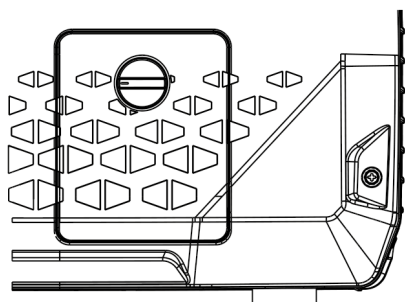

рис. 2
- Для доступа к маслосливной горловине, откройте лючок доступа к маслосливной горловине, расположенный на боковой части кожуха генератора (рис.2).